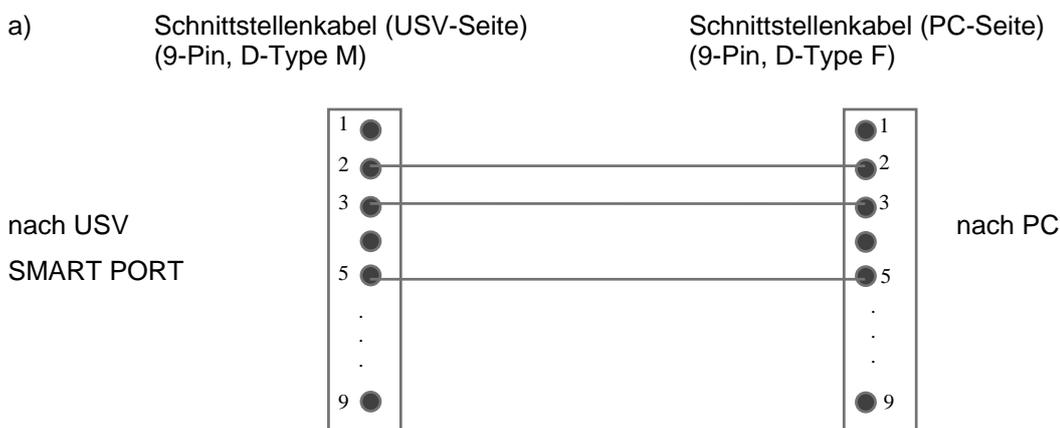

Bild 3.8 Verbindungskabel - PC Serielle Schnittstelle 9-polig
Bild 3.8 and 3.9 zeigen wie ein PC mit der USV verbunden wird.
- Bild 3.8 wenn der PC eine 9-polige serielle Schnittstelle hat,